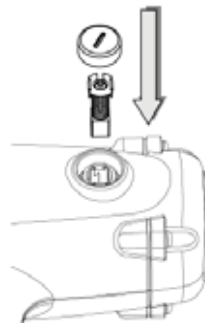

Fig. 5
- Anbring den nye kulstofbørste og kulstofbørstepanleet i huset igen i korrekt rækkefølge (Fig. 5).